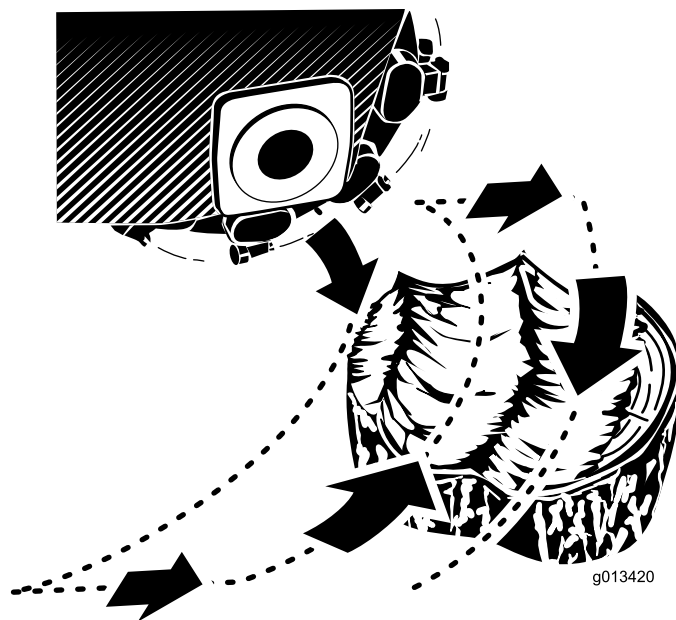

Figura 18
2. Utilize a alavanca do controlo do triturador e o controlo da tração para posicionar o triturador na lateral da parte da frente do tronco, cerca de 2 cm abaixo da superfície (Figura 18).
4. Utilize a alavanca de controlo do triturador para girar o triturador lentamente na face do tronco, cortando lascas (Figura 18).
5. Desloque a máquina para a frente alguns centímetros e repita o passo 4(Figura 18).
6. Repita os passos 4 a 5 até ter triturado toda a face do tronco (Figura 18).